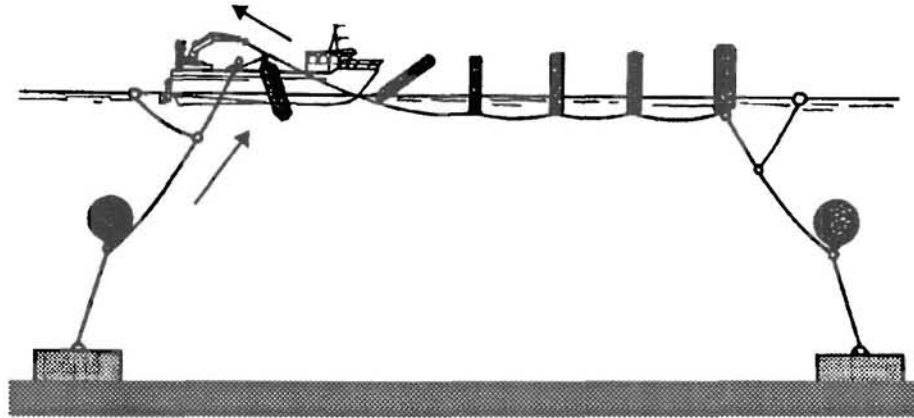

Figure 111 - Mailler l'aussière sur l'amarrage
- ⇒ Maillez l'aussière à l'amarrage, sous le flotteur de tête (Figure 111). Si vous utilisez des manilles, n'oubliez pas de les souquer, de les mater et de les freiner (voir le paragraphe "Les assemblages par manilles : attention au dévissage", page 123).